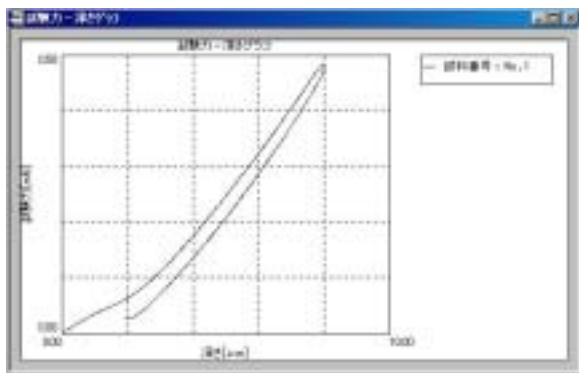
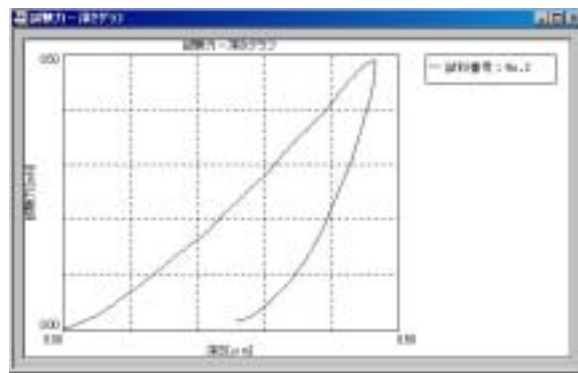

図2 (試料番号 No.1)
図3 (試料番号 No.2)
2) 各試料の「試験力 変位グラフ」を図2と図3に示します。